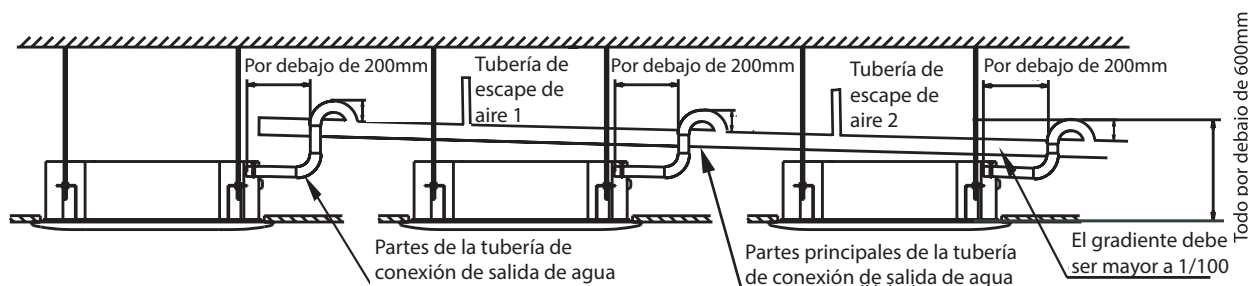

Figura 4.2 Las tuberías de desagüe de varias unidades se conectan al alcantarillado a través de la tubería de desagüe principal
7) Si la salida de la tubería de desagüe está más alta que el tubo de drenaje de la unidad, la tubería debe mantenerse lo más vertical posible. La salida está diseñada para permitir una curvatura vertical, y la tubería debe instalarse a una distancia máxima de 600 mm del depósito de agua. De lo contrario, podría haber desbordamiento por reflujo de agua al detenerse el equipo (véase figura 4.2).